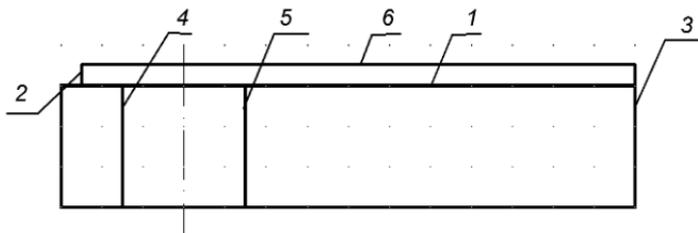

Рис. 4.5. Удаление линии при использовании команды **Trim** (Обрезать)
10. Удалить линию 1 между прямыми 2 и 3 (рис. 4.5), используя команду **Trim** (Обрезать):
11. Продолжить прямые 4 и 5 до прямой 6 (рис. 4.5), используя команду **Extend** (Продолжить):